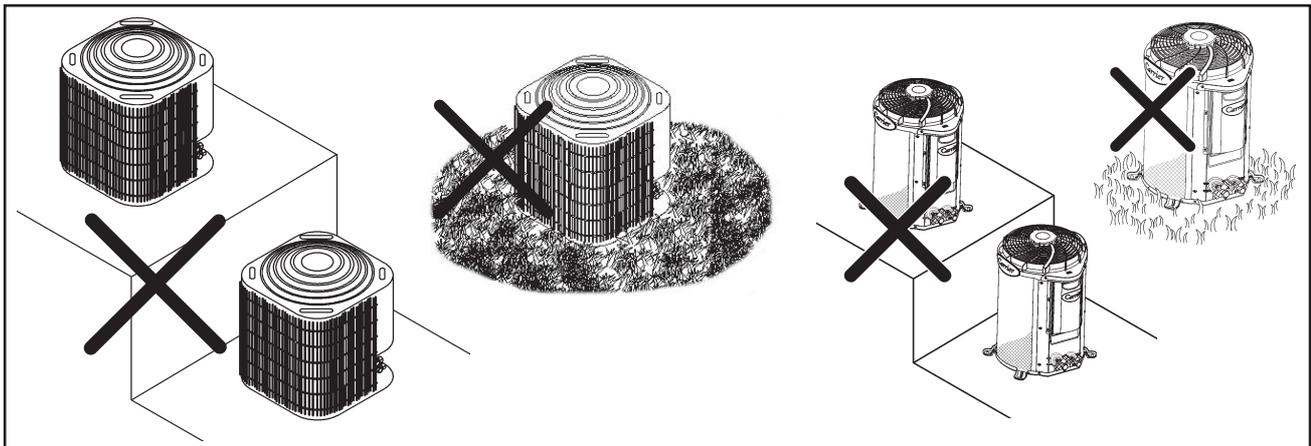

FIGURA 3 - EVITAR INSTALAÇÕES
- Evitar instalar em locais irregulares, desnivelados ou sobre superfícies irregulares, tais como sobre gramas - a unidade deve estar nivelada (Figura 3).
- Não instalar as unidades de maneira que a descarga de ar de uma unidade seja a tomada de ar da outra. (Figura 3)